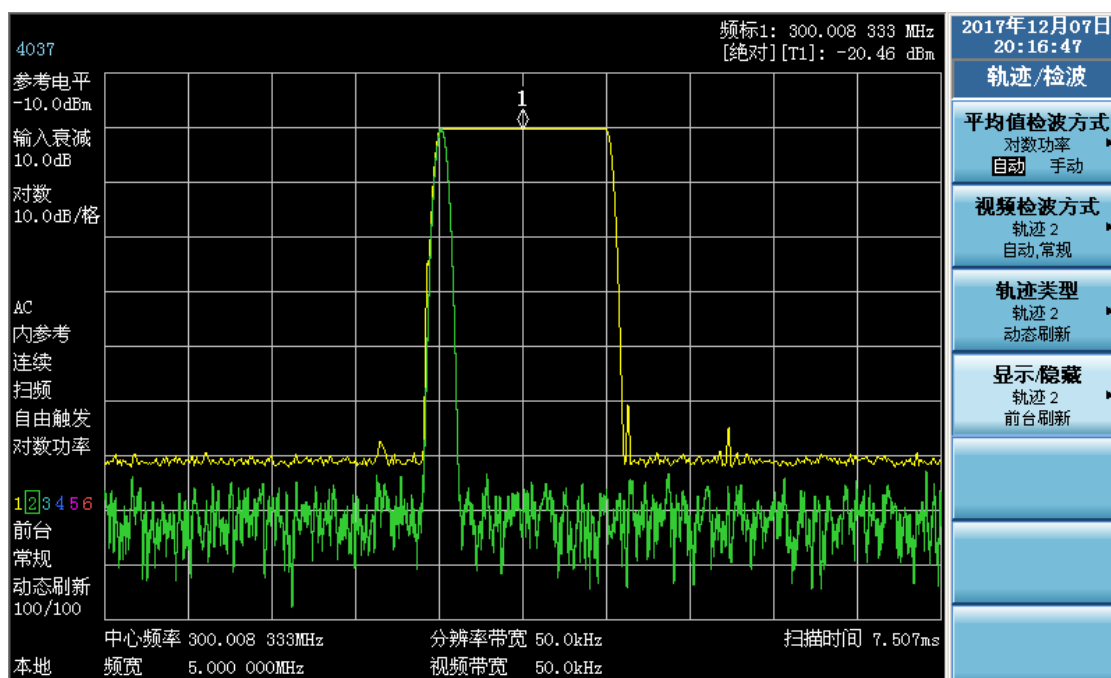

图 3-37 使用最大保持观测漂移信号
- 10) 慢慢改变信号发生器的输出频率，使其以 10kHz 步进，在  $\pm 500\text{kHz}$  变化。此时频谱分析仪显示如图 3-37 所示。